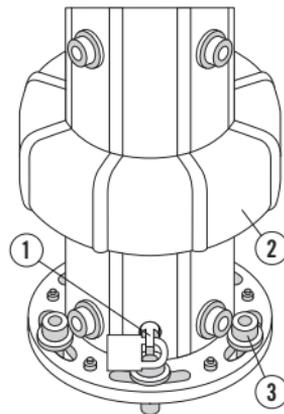

Fig. 10
- Ôter la goupille (1) et soulever le capot (2) (Fig. 10).
- Tenir le parasol à la verticale et en même temps ôter les vis d'ancrage (3).